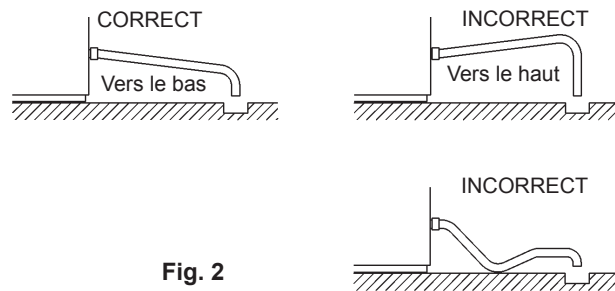

Fig. 2
* Pour éviter un reflux à l'intérieur du bac de stockage, poser le tuyau de vidange comme illustré à la figure 2.